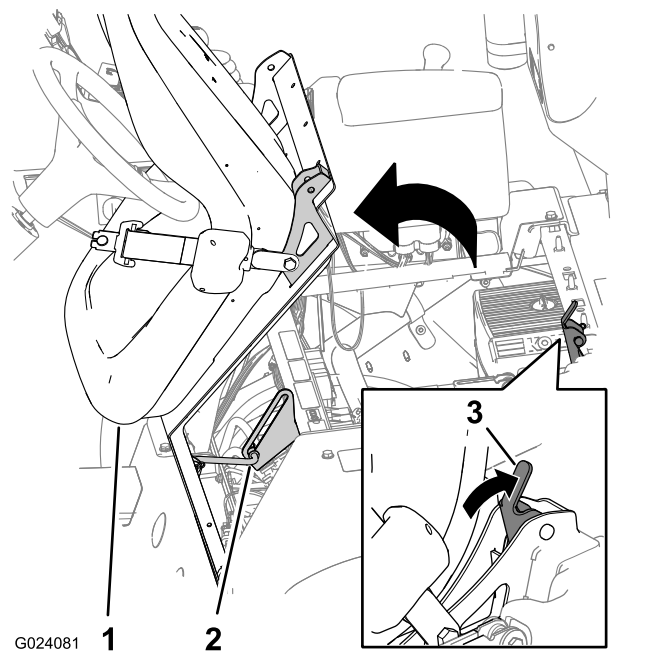

Figure 1
2. Déverrouillez le siège en poussant la poignée de verrouillage vers l'arrière (Figure 1).
3. Faites pivoter le siège et son plateau vers l'avant jusqu'à ce que l'extrémité de la béquille s'engage au bas de la fente dans le support (Figure 1).